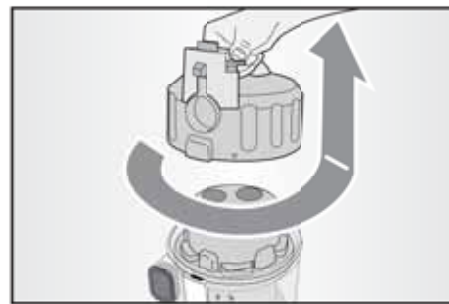

Fig. 8
- Per una pulizia completa del contenitore (B) è necessario smontarlo in ogni sua componente, operando come di seguito descritto:
- rimuovere il coperchio ruotandolo in senso antiorario (FIG. 8);